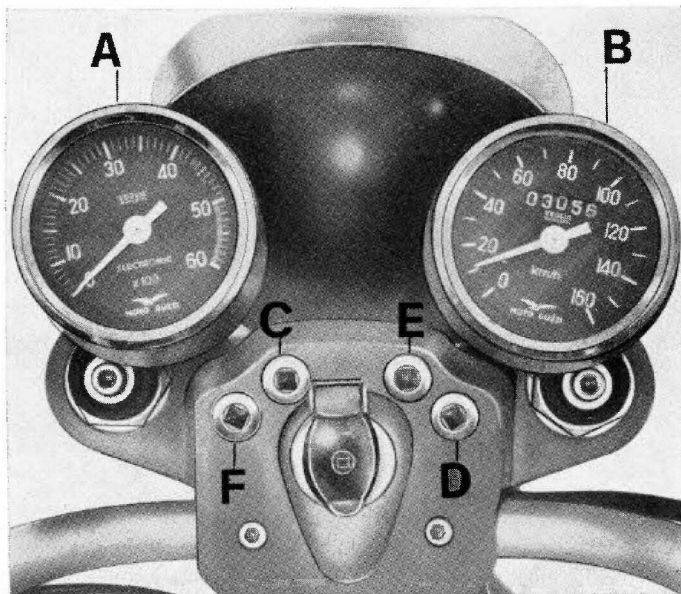

Fig. 7
- 1) **Quadro di controllo comprendente** (vedere fig. 7):